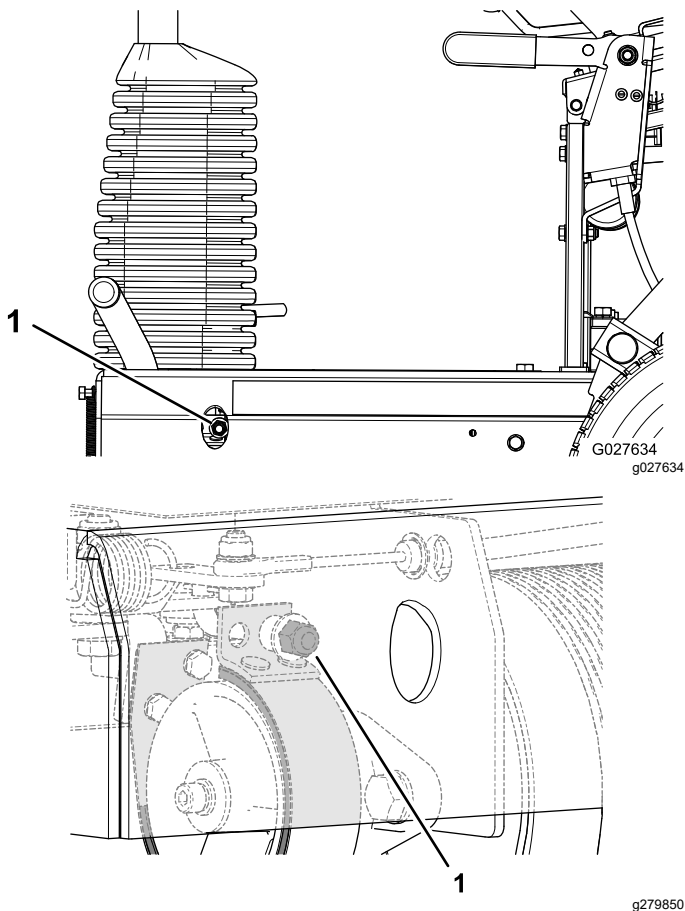

图 35
- 要增大制动力可顺时针旋转刹车锁紧螺母 图 35。
- 要减小制动力可逆时针旋转刹车锁紧螺母 图 35。